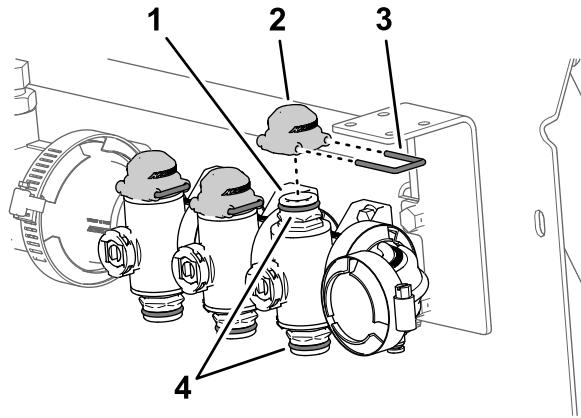

図 50
5. マニホールドバルブのクイックカップラの上下のOリングに、クイックカップラのキャップに付いているグリスを塗る図50。
6. クイックカップラ用キャップ3個をクイックカップラ3個に取り付ける図50。
7. リテーナ3本を使ってキャップ個をクイックカップラ個に固定する図50。